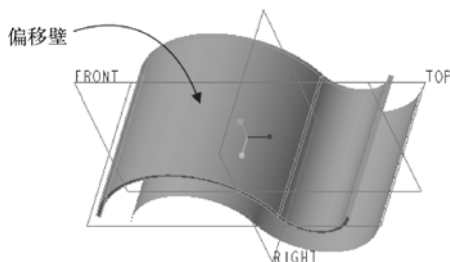

图 1-56 创建偏移壁的练习结果示例
(8) 在“偏移”选项卡中单击 (完成) 按钮。创建偏移壁的示例练习结果如图 1-56 所示,该偏移壁作为钣金件的第一壁。